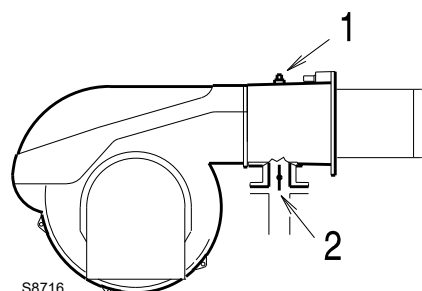

Fig. 26
Pressione del gas misurata alla presa 1)(Fig. 26), con:
Perdita di carico farfalla gas 2)(Fig. 26) con apertura massima: 90°.
- sottrarre dalla pressione del gas alla presa 1)(Fig. 26) la pressione in camera di combustione.
\text{Pressione del gas alla presa 1)(Fig. 26)} &= 17,0 \text{ mbar} \\
Per conoscere invece la pressione del gas necessaria alla presa 1)(Fig. 26), fissata la potenza massima di modulazione alla quale si desidera funzioni il bruciatore:
- Leggere sulla destra, colonna 1, la pressione alla presa 1)(Fig. 26).
pressione necessaria alla presa 1)(Fig. 26).